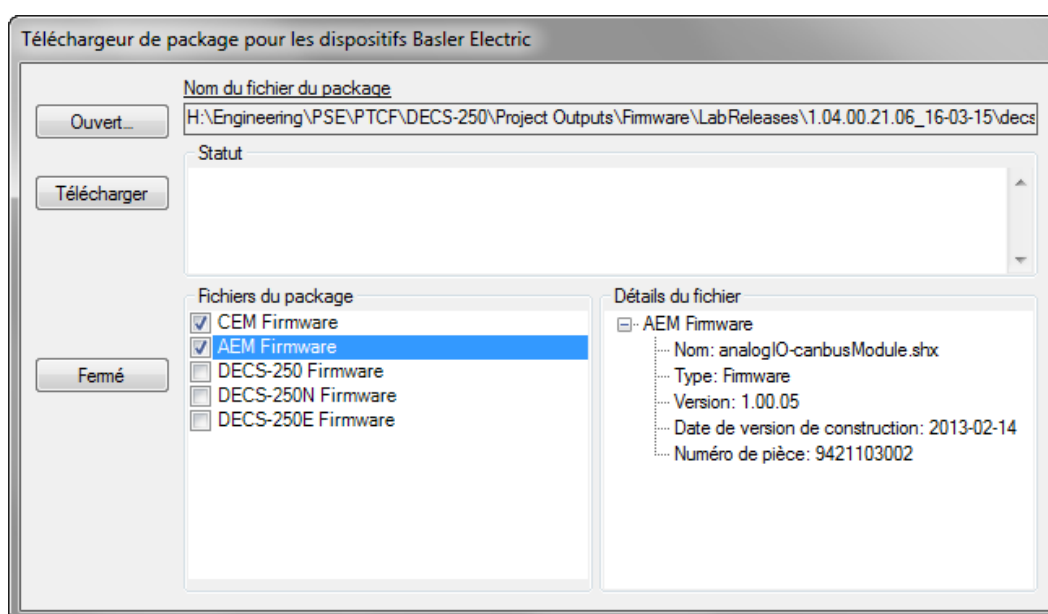

Figure 19-12. Téléchargeur de package pour les dispositifs Basler Electric
8. Lorsque l'écran Téléchargeur de package pour les dispositifs Basler Electric (Figure 19-12) apparaît, cliquez sur le bouton Ouvrir pour naviguer jusqu'au package de dispositif reçu par Basler Electric. Vous trouverez une liste des paquets (Fichiers du package) ainsi que des détails concernant les fichiers (Détails du fichier). Veuillez cocher les cases situées à côté des différents fichiers que vous voulez télécharger.